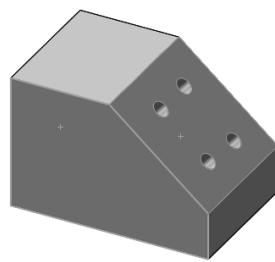

图 8-24 选择前面为左视
- [8] 在“第二方向”下，选择另一视向为左视，与第一方向正交，选择前面为左视，如图 8-24 所示。